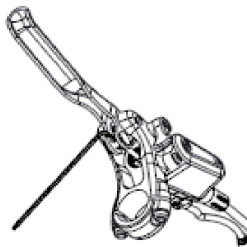

Abbildung 3-1 Einstellung des Abstandseinstellschraubens
1.Bei der Verwendung eines 2mm-Inbusschlüssels zum Einstellen vergrößert sich der Abstand durch Drehen im Uhrzeigersinn (maximal etwa 100 mm), während sich der Abstand durch Drehen gegen den Uhrzeigersinn verringert (minimal etwa 80 mm, wie in Abbildung 3-1 gezeigt).